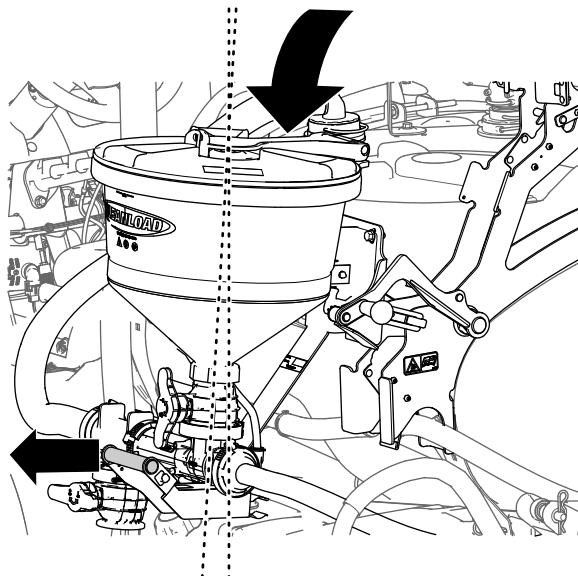

図 39
エダクタを完全に降ろす 図 39。
2. エダクタのハンドルを少しずつ外側へ引きながらエダクタを持ち上げる 図 39。